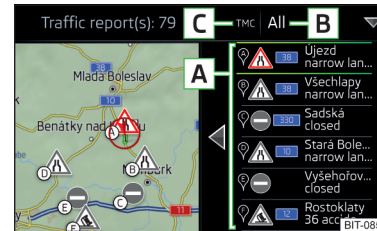

Abb. 252
In der Liste der Verkehrsmeldungen sowie in der Karte erfolgt die Anzeige von maximal 6 Meldungen, die mit einem Buchstaben und dem Symbol einer Verkehrsbehinderung versehen sind (bspw. , ,) » Abb. 252.
Auf der Position » Abb. 252 können die folgenden Symbole eingeblendet werden.
- **Es erfolgt eine Zielführung** - nach Antippen der Funktionsfläche » Abb. 252 sind im angezeigten Menü durch Antippen der Funktionsfläche **Alle** alle Verkehrsmeldungen, **oder** durch Antippen der Funktionsfläche **Route**, nur die auf der Route vorhandenen Verkehrsmeldungen auswählbar. ►